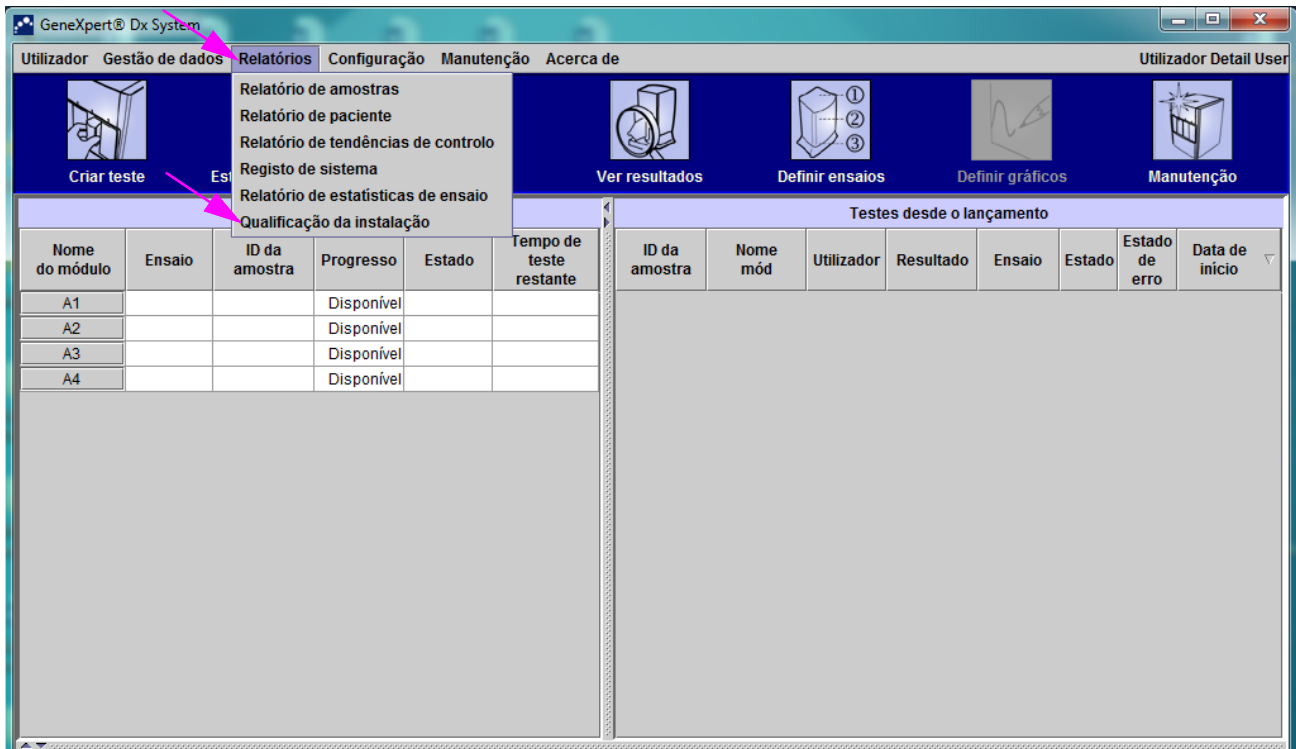

Figura 2-88. Janela GeneXpert Dx System com o menu pendente Relatórios e selecção da qualificação da instalação
1. Na janela GeneXpert Dx System, no menu **Relatórios**, clique em **Qualificação da instalação**. Consulte a figura 2-88.